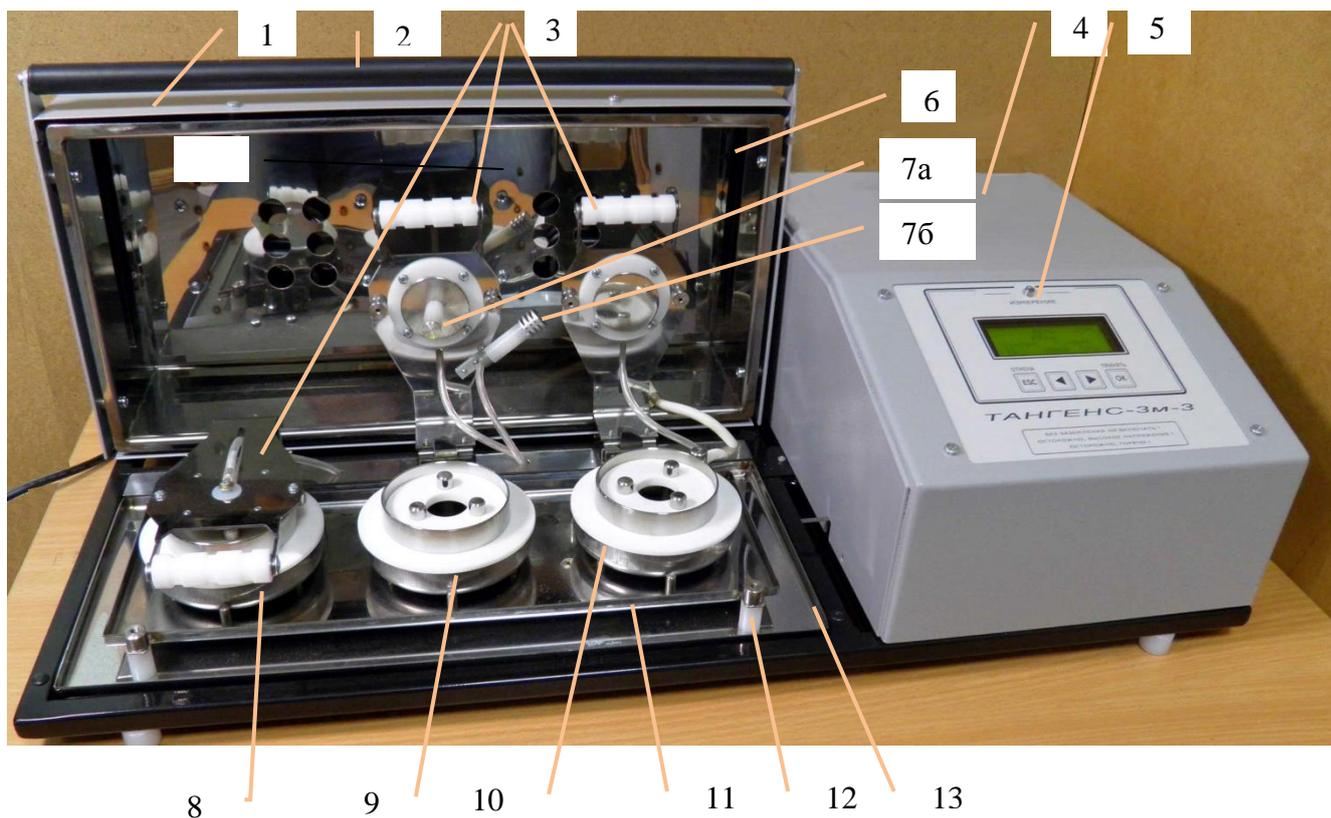

Рисунок 2. Прибор «ТАНГЕНС 3м-3-МОЛНИЯ». Внешний вид с открытой крышкой.
- 2.4.1 Открыть крышку термостата блока основного 1 рис.2.
- 2.4.2 Поднять три контактных прижима 3 и установить их вертикально Рисунок2.
В общем случае количество установленных в прибор измерительных ячеек может быть от одной до трех. Ячейка, находящаяся в позиции №2, должна быть наполнена испытуемой жидкостью, что необходимо для корректной работы регулятора температуры термостата. Заполненные трансформаторным маслом ячейки установить на соответствующие места термостата блока основного и опустить контактные прижимы на каждую ячейку (рис.2).